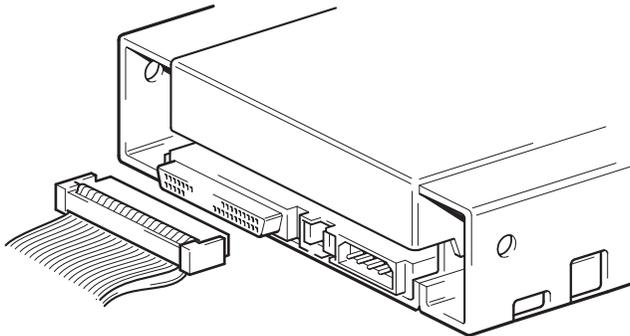

FIGURE 8. Connecteur d'interface SCSI du lecteur de bande interne
1. Raccordez le câble d'interface de la carte hôte SCSI au connecteur d'interface SCSI de 68 broches à l'arrière du lecteur de bande interne (consultez la figure 8, page 31).